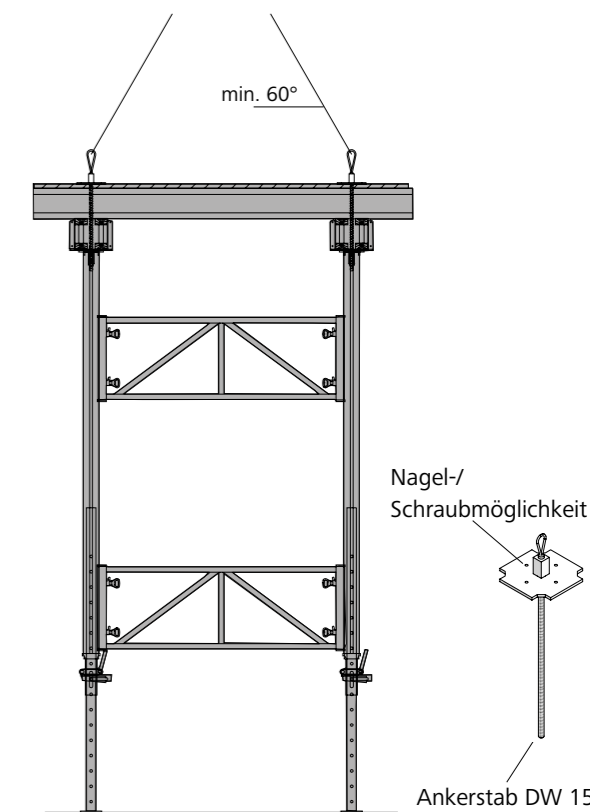

Abb. 1
- Durch Eindrehen in das DW-Gewinde der Trägergabel MEP (Abb. 1)
Zur Stabilität wird die Umsetzschlaufe MEP mit Nägeln oder Schrauben an der Schalhaut fixiert (Abb. 1).
→ Sie müssen immer vier Umsetzschlaufen MEP symmetrisch am Deckentisch verwenden (Abb. 1 und 2).